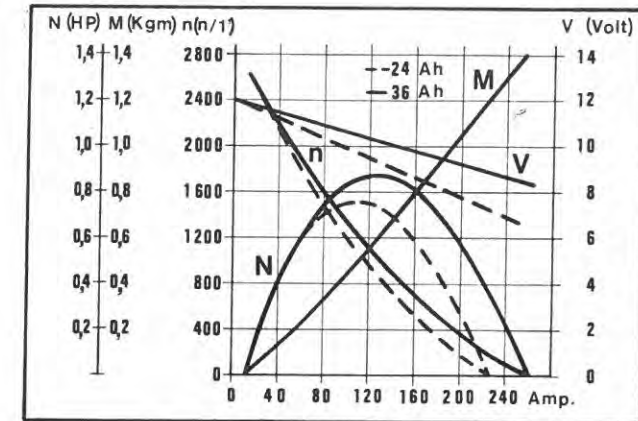

Fig. 62
Le dynastart a une puissance de 0,8 CV à 12 V.- La Fig. 62 reporte les courbes de puissance (N), le couple de démarrage (M), le nombre de tours (n/1') et la tension aux bornes du dynastart (V) en fonction du courant absorbé (Amp.) et de la capacité batterie pour température extérieure de 20°C.
The 12V starter-generator has an output of 0.8 HP. (Fig. 62) shows rating curves (N), starting torque (M), R.P.M. (n/1') and voltage (V) at starter terminals in relation to current absorbed (AMP) and battery capacity at a 20°C ambient temperature. For repair and overhauls contact BOSCH SERVICE STATIONS.
Der Lichtanlasser zu 12 V hat eine Leistung von 0,8 PS. Die Abbildung 62 zeigt die Werte der Leistung (N), den Anwerfdrehmoment (M), die Drehzahl (n/1') und die Spannung (V) zwischen den Anschlußklemmen des Lichtanlassers als Funktion der Stromabnahme (Amp) und der Batteriekapazität bei einer Außentemperatur von 20°C. Bei Reparaturen wende man sich an BOSCH-Vertragswerkstätten.